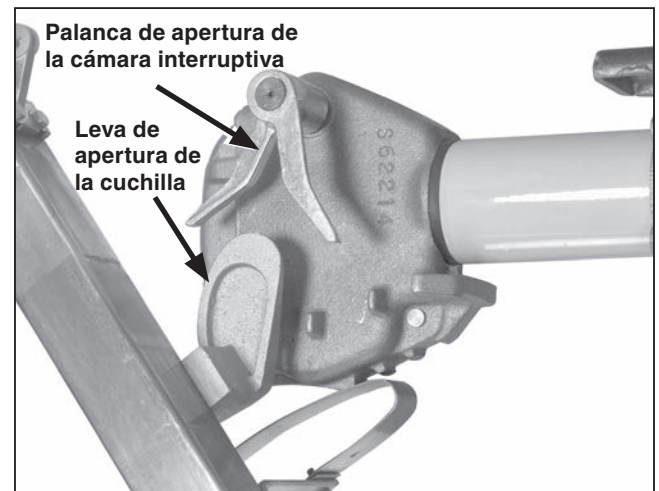

Figura 39. Verificación de que las levas de apertura de la cuchilla no golpean las palancas de apertura de la cámara interruptiva al cerrarse.
- (f) Después de abrir totalmente la cuchilla, cierre la cuchilla lentamente y verifique que las dos levas de apertura no golpeen las palancas de apertura de la cámara interruptiva. Vea la Figura 39.